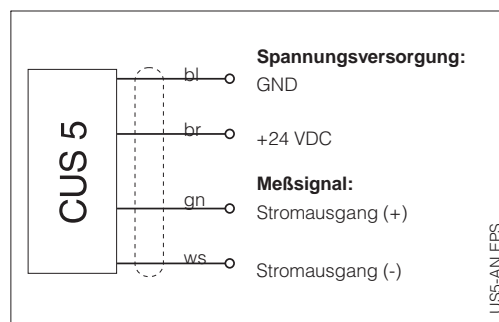

Abb. 4.3 Anschlußbelegung CUS 5-Anschlußkabel
- Unkonfektioniertes Kabelende gemäß der Belegung in Abbildung 4.3 anschließen.